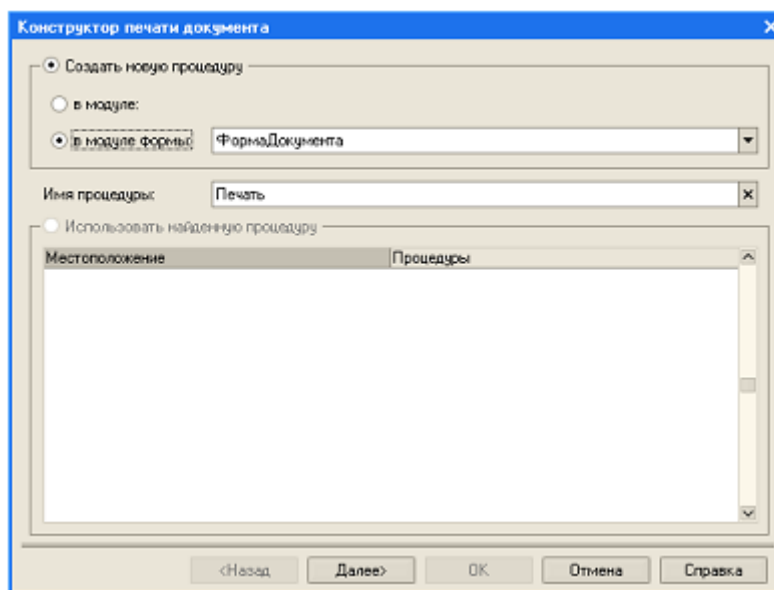

Рис. 71
- на первом шаге конструктора укажите, что новая процедура, которая будет создаваться конструктором для формирования печатной формы, будет размещаться в модуле формы (рис.71);